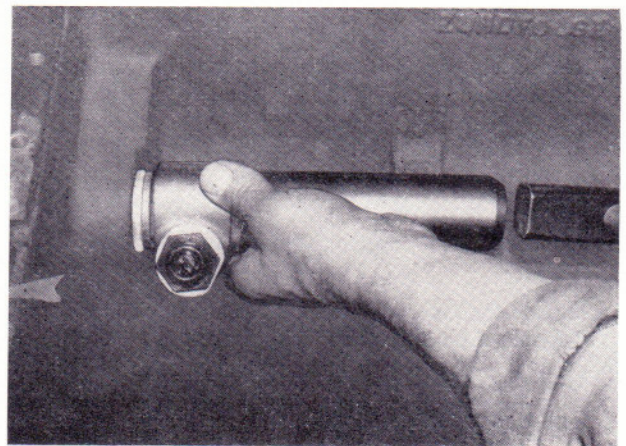

Bild 70
- Drehzahlmesserantrieb mit Montagehülse 27 01756 003 in das Kurbelgehäuse einschlagen (Bild 70).